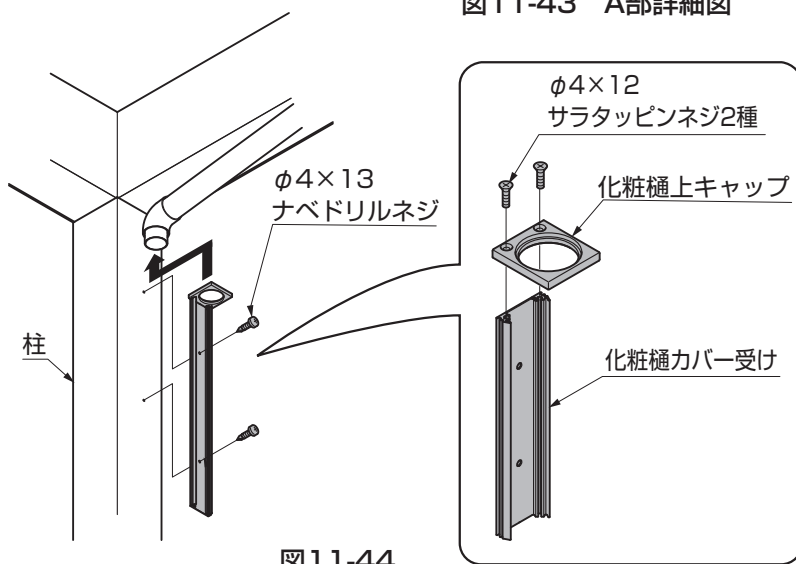

図11-44
- ④化粧樋上キャップを化粧樋カバー受に「 $\phi 4 \times 12$ サラタッピンネジ2種」で取付けてください。(図11-44参照)
- ⑤組立てた化粧樋カバー受けを柱に「 $\phi 4 \times 13$ ナベドリルネジ」で取付けてください。(図11-44参照)
(2) 化粧樋カバー、豎樋の加工